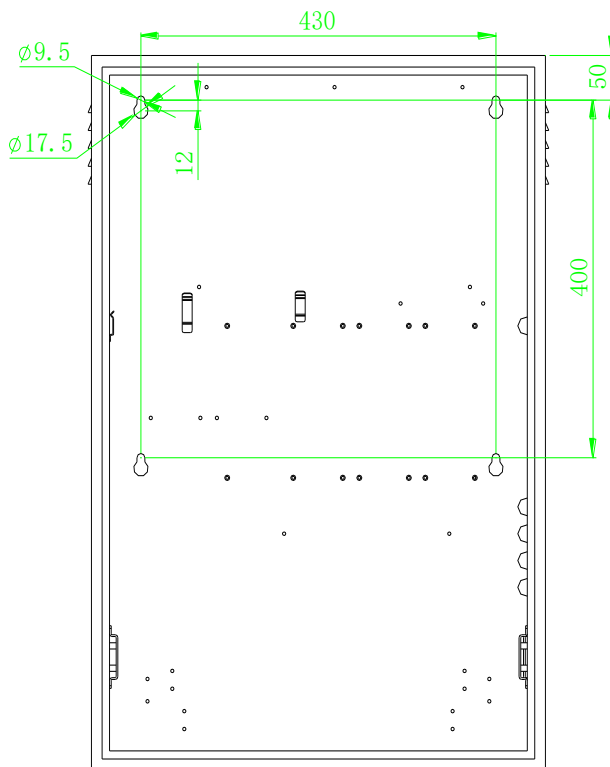

图 23
**安装方式:** 采用壁挂式安装，安装尺寸如图 23 所示。